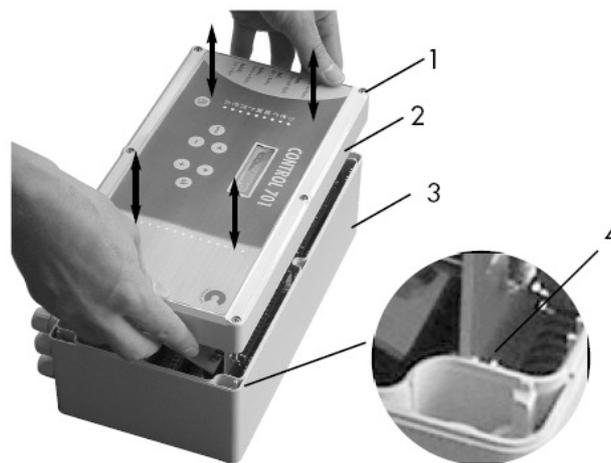

Figure 1: boîtier du CONTROL 701
L'appareil ne peut être monté qu'à l'intérieur. Mettre l'alimentation réseau hors tension. Après avoir desserré les vis (1) la partie supérieure du boîtier (2), peut être enlevée vers l'avant (voir fig.1). Lors de la fermeture de la partie supérieure, il faut veiller à ce que la plaque qui se trouve sur le couvercle, s'emboîte dans les glissières (4) prévues dans la partie inférieure du boîtier. La partie inférieure du boîtier (3) peut être fixée au mur à l'aide de chevilles. Après cela, le raccordement électrique peut avoir lieu